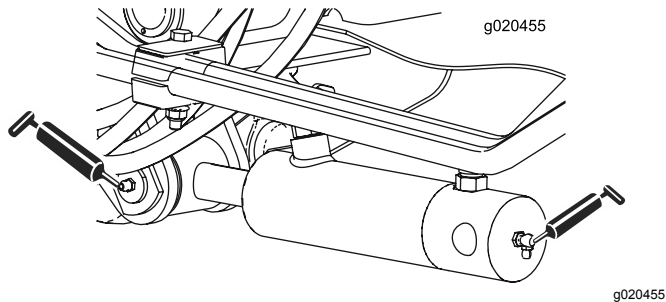

Figure 69
- 2 (de chaque côté) bagues de vérin de bras de levage (Figure 69)